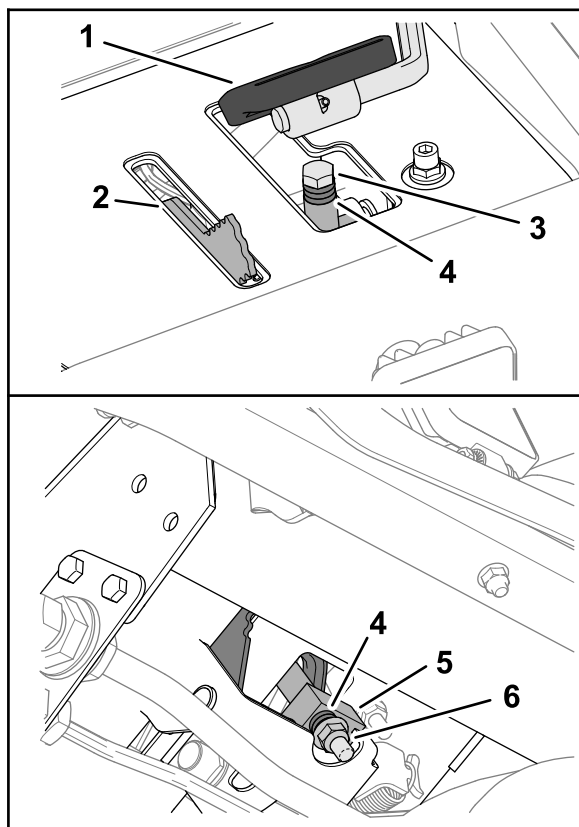

Figure 137
3. Sous la pédale de déplacement, retirez le boulon de butée et le contre-écrou à embase qui fixent les entretoises sur le bloc de butée de tonte (Figure 137).